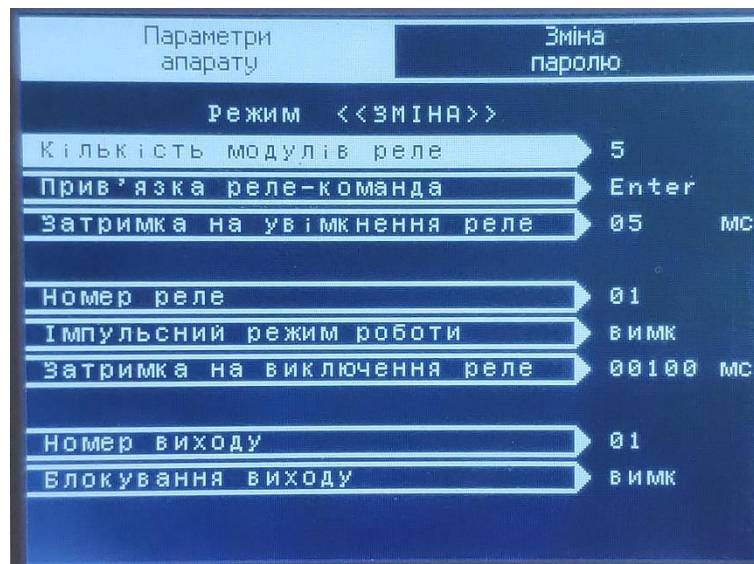

Рисунок 7 – Підрозділ «Конфігурація МУ-Р»/«Конфігурація реле»
2.1.1. «Конфігурація реле» - підрозділ налаштувань модулів управління реле (див. рисунок 7).